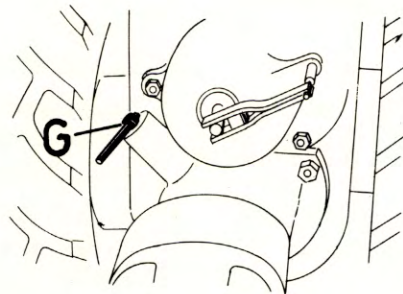

Fig. 7
9. Ausleger (Fig. 7)
9. Dispositif porte-barre (Fig. 7)